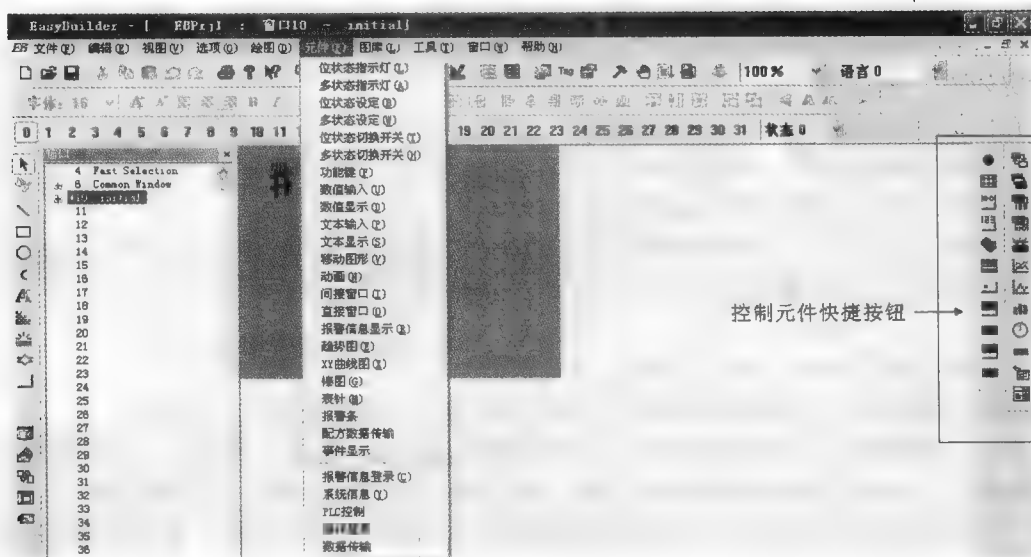

图 7-26 维纶触摸屏控制元件
(4) 绘图工具 单击开发绘图工具按钮 ，可以完成直线、矩形、圆(椭圆)、圆弧、多边形的绘制，可以输入文字、插入位图及刻度线、向量图等。
(5) 控制元件 在 Easy Builder500 开发界面“元件”菜单下或右侧控制元件快捷按钮区包含多项控制元件，如图 7-26 所示，以下介绍常用的控制元件。